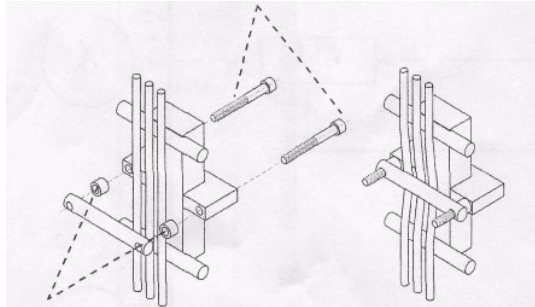

рис. 1. Втулки, ограничивающие сжатие канатов.
1. УСТАНОВКА ВЗВЕШИВАЮЩЕГО УСТРОЙСТВА НА КАНАТАХ (рис. 1)